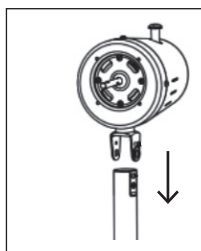

Fig. 2.1
- Retire del cuello del motor el pomo de ajuste de la inclinación; coloque el cuello en el tubo de modo que los orificios queden alineados. (Fig. 2.1)